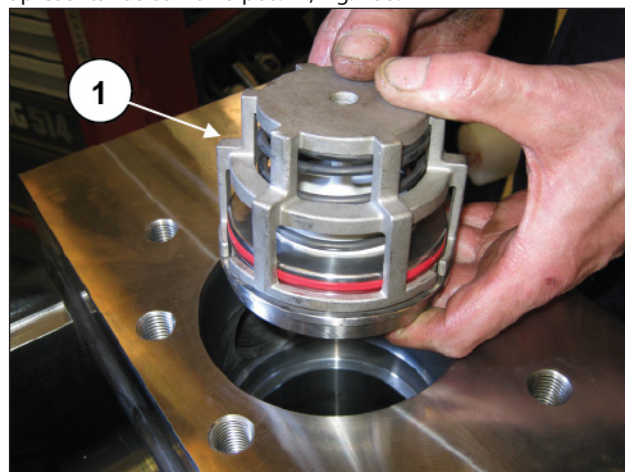
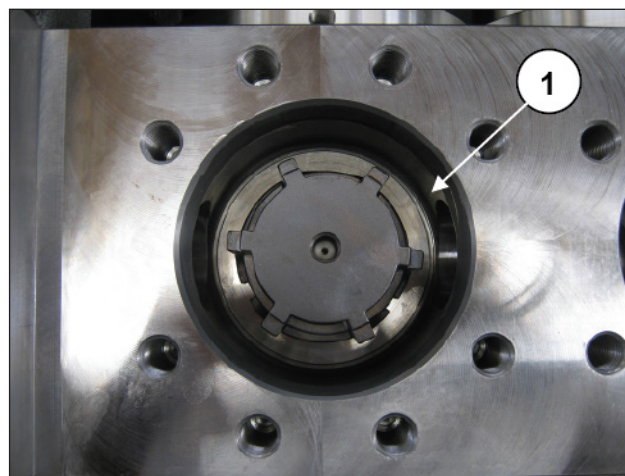

Fig. 185
Fig. 186
Insira o grupo da válvula de descarga (pos. ①, Fig. 185). O grupo da válvula deve ser inserido completamente no fundo e apresentar-se como na pos. ①, Fig. 186.